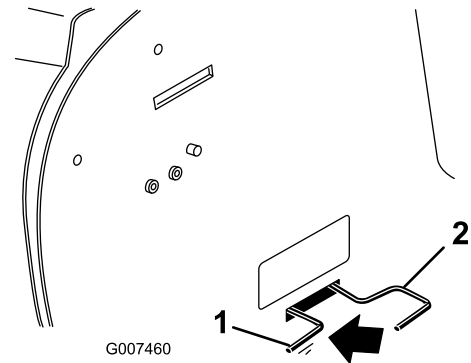

Figura 13
5. Premete l'asta di comando della trazione e spingetela a sinistra per bloccarla in posizione di spinta (solo per il modello 70186) (Figura 13).